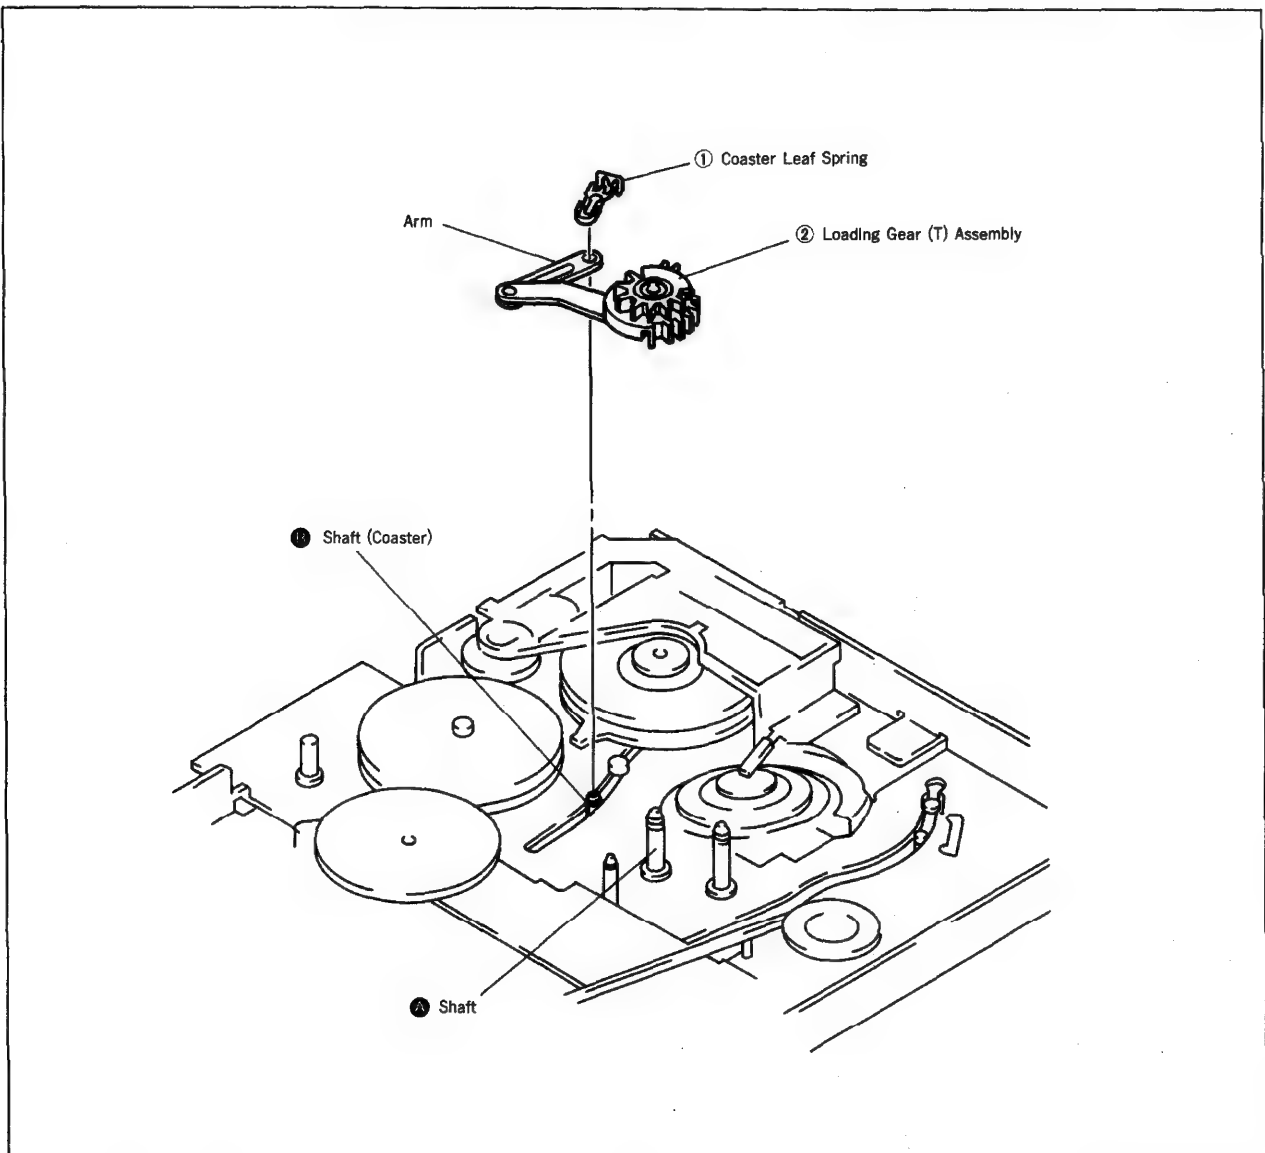

Fig. 25
#### 4-19. LOADING GEAR (T) ASSEMBLY (Fig. 25)